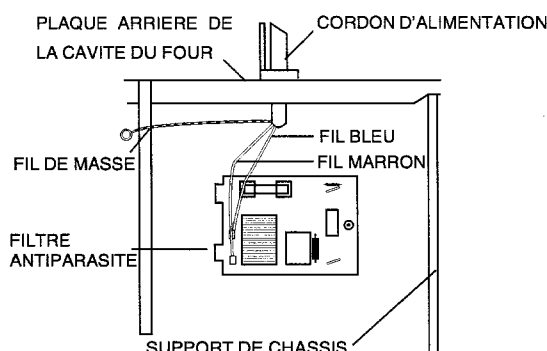

Figure C-3 (a) Remplacement du cordon d'alimentation
2. Déposer la vis (1) unique fixant le fil vert/jaune au support du châssis.
3. Débrancher les fils du cordon d'alimentation du filtre antiparasites, en se reportant à la figure C-3 (a).